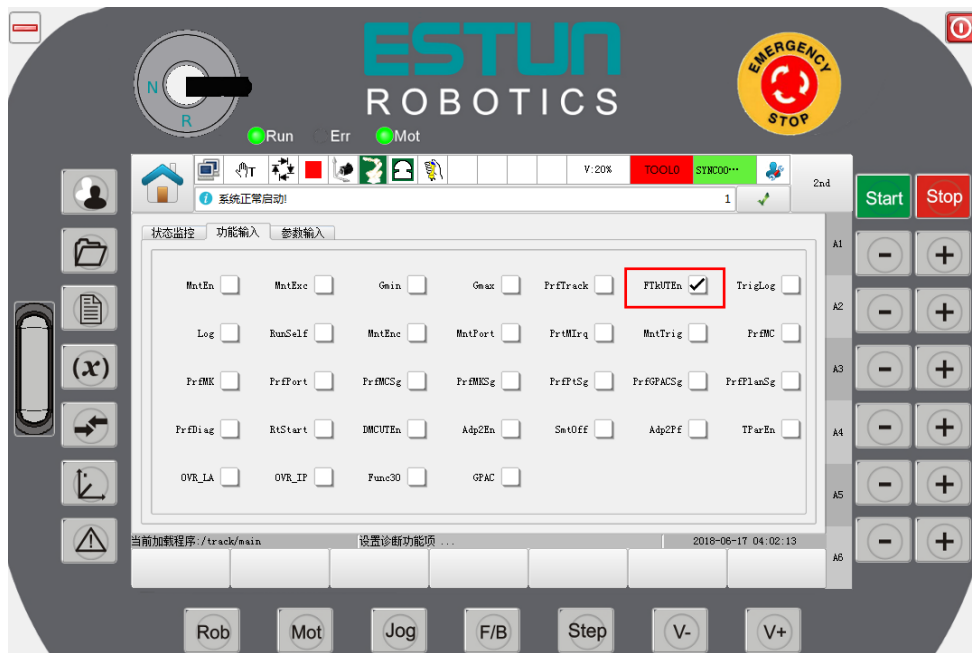

图 7-4
- 1) 点击【内核诊断-功能输入】，勾选【FtkUTEn】，如图 7-4 所示；